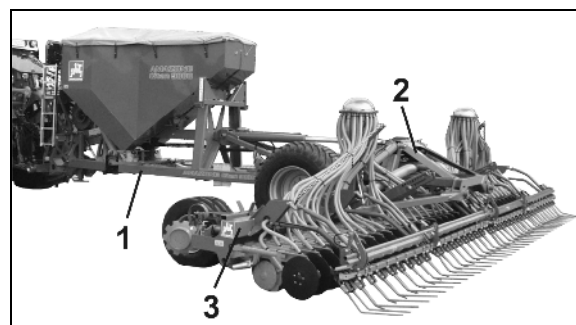

Bild 22
- en stel huvudram (Bild 22/1) som fäste för utsädesbehållaren och chassit,
- en fällbar bakram (Bild 22/2) för att lyfta upp billarna i svängar och ställa dem lodrätt vid infällning till transportläget,
- två fällbara sidosektioner (Bild 22/3) som fälls in vid transport.